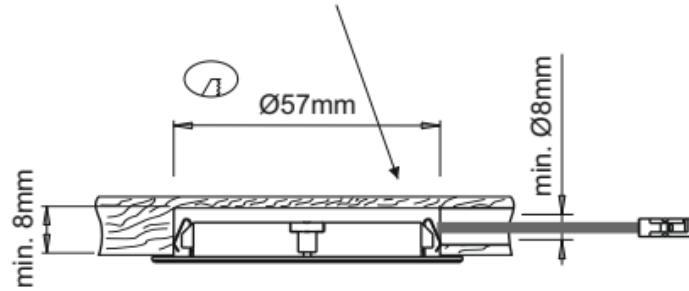

Fig 1
- To flush mount the device, bore a $\varnothing 57\text{mm}$ hole $\geq 8\text{mm}$ deep on the installation surface and then, if necessary, bore a $\varnothing \geq 8\text{mm}$ exit hole for the power supply cable as illustrated in figure 1.
- Für den Einbau der Leuchte eine Bohrung mit $\varnothing 57$ mm und einer Tiefe von ≥ 8 mm auf der Montagefläche ausführen und ggf. für den Austritt des Netzkabels eine Bohrung mit $\varnothing \geq 8$ mm ausbilden (Abb. 1).
- Pour l'encastrement de l'appareil, pratiquer un trou de ø 57mm et d'une profondeur $\geq 8\text{mm}$ sur le plan de montage et, si besoin, pratiquer pour la sortie du câble d'alimentation un trou de ø $\geq 8\text{mm}$ comme indiqué sur la figure 1.